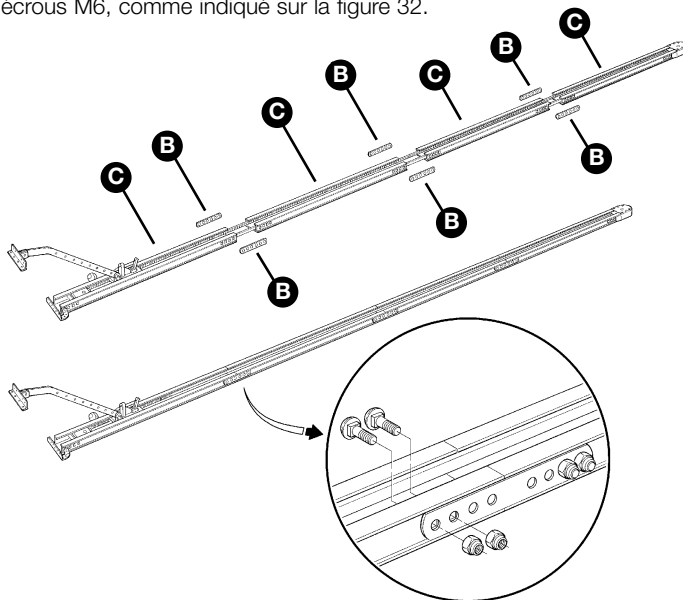

Figure 32
- 6 Prendre dans l'emballage des accessoires les pattes de jonction [B], fixer entre elles les 4 parties [C] en serrant à fond les vis M6x14 et les écrous M6, comme indiqué sur la figure 32.